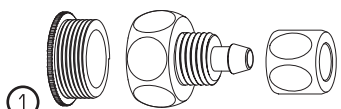

Рис. 28A
6. Открутите пластиковую заглушку ① со штуцера шланга (рис. 28A).